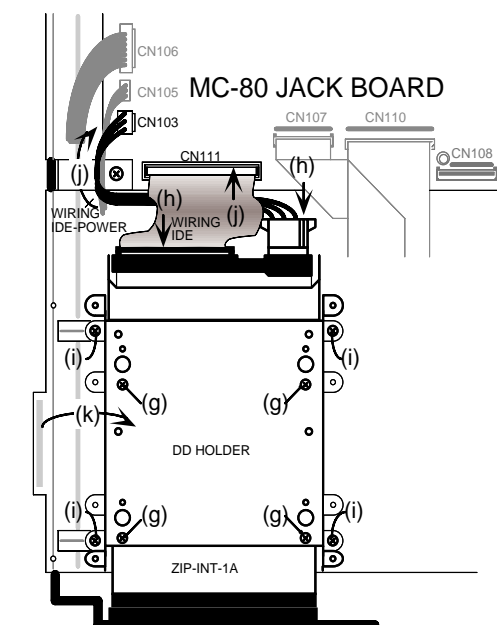

fig5. after installing the ZIP-INT-1A
- After securing the ZIP drive to the DD HOLDER with 4 screws, (See fig.5-(g)) connect the WIRING IDE and the WIRING IDE-POWER to the ZIP drive's connector properly.(See fig.5-(h))
- Secure this DD HOLDER to the boss of a top case with 4 screws. (See fig.5-(i))
- Connect the WIRING IDE-POWER to the MC-80 JACK BOARD's connector(CN103). And connect the WIRING IDE to the MC-80 JACK BOARD's connector(CN111).(See fig.5-(j))
- After re-sticking a shield sheet to the DD HOLDER, attach the bottom cover. (See fig.5-(k))
- DD ホルダーと ZIP ドライブを先ほど外したネジ 4 本で止めます。(fig.5-(g) 参照) ZIP ドライブのコネクタに WIRING IDE と WIRING IDE-POWER を挿します。(fig.5-(h) 参照)
- ZIP ドライブの付いた DD ホルダーをトップケースのボスに合わせて、ネジ 4 本で止めます。(fig.5-(i) 参照)
- WIRING IDE-POWER をジャックボードの CN103 に挿した後、WIRING IDE を CN111 に挿します。(fig.5-(j) 参照)
- 元のようにシールドシートを DD HOLDER に貼り付けた後、ボトムカバーを取り付けます。(fig.5-(k) 参照)